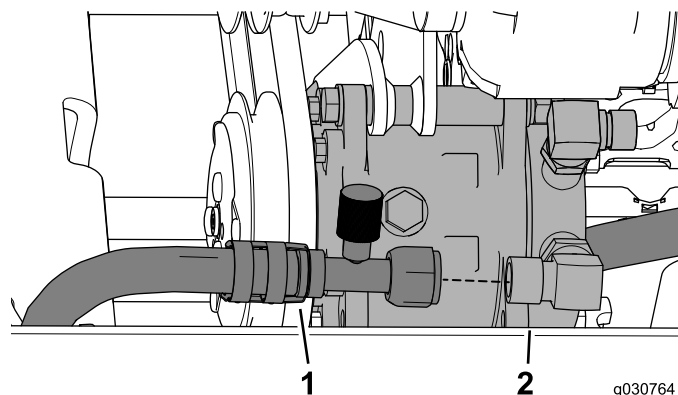

図 42
1. キャブユニットからのエアコン用低圧ホース7/8 インチを、図 42に示すように90度フィッティング7/8 インチに接続する。